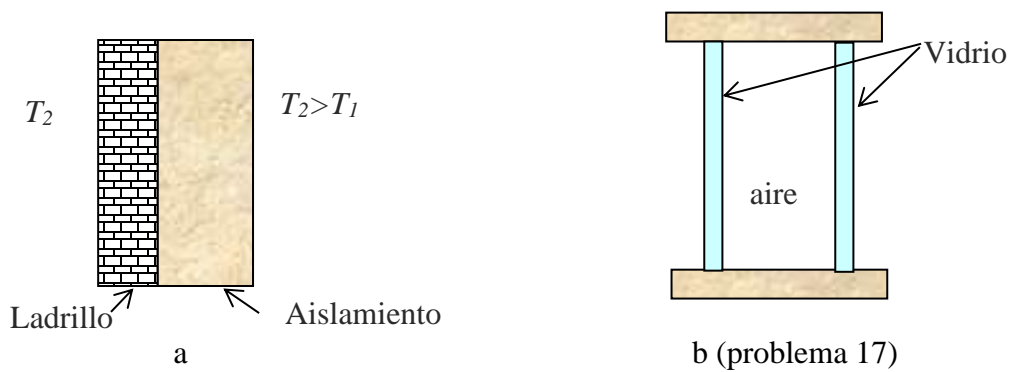

Figura 22
- 10) Una caja de espuma de poliestireno (EPS) para mantener frías las bebidas en un día de campo (ver Figura 22) tiene un área de pared total (incluida la tapa, base y lados) de $0,80 \text{ m}^2$ y un espesor de pared de 2.0 cm , y está llena con hielo, agua y latas gaseosas a $0 \text{ }^\circ\text{C}$. A) Calcule la tasa de flujo de calor hacia el interior de la caja, si la temperatura exterior es de $30 \text{ }^\circ\text{C}$. B) ¿Cuánto hielo se derrite en un día? ($k_{\text{EPS}} = 0,1 \text{ W/m.K}$)